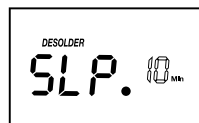

Рис. 4
2. Нажмите и удерживайте функциональную кнопку демонтажной станции около 2 секунд, чтобы войти в интерфейс. Нажмите функциональную кнопку демонтажной станции еще раз, чтобы войти в интерфейс настройки спящего режима. На дисплее отобразится значение, показанное на Рис. 4 с мигающей цифрой 10.